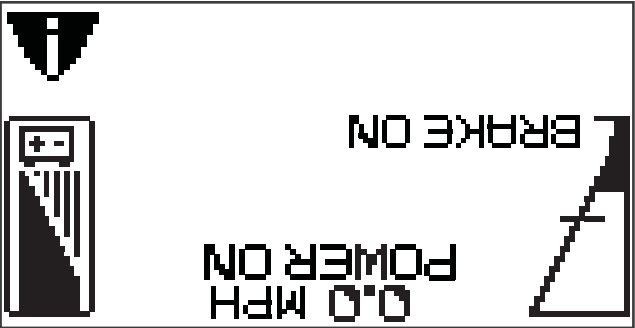

Figure 5-12
4. Lorsque la fonction est choisie (témoin lumineux et symbole d'avertissement dans le coin inférieur droit de l'écran), il est possible de tondre l'herbe en marche arrière. Voir la Figure 5-12.